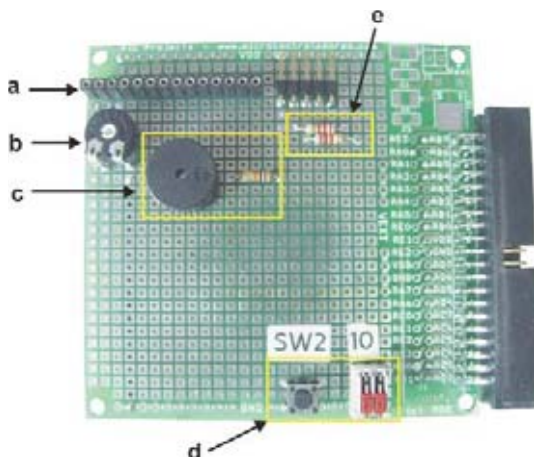

Fig.15 Situación de los diversos elementos que hay que soldar sobre la tarjeta PIC'PROJECT.
PASO 4: Siguiendo la disposición que ocupan los elementos en la tarjeta **PIC'PROJECT** como se indica en la Fig.15 realizar las siguientes operaciones: